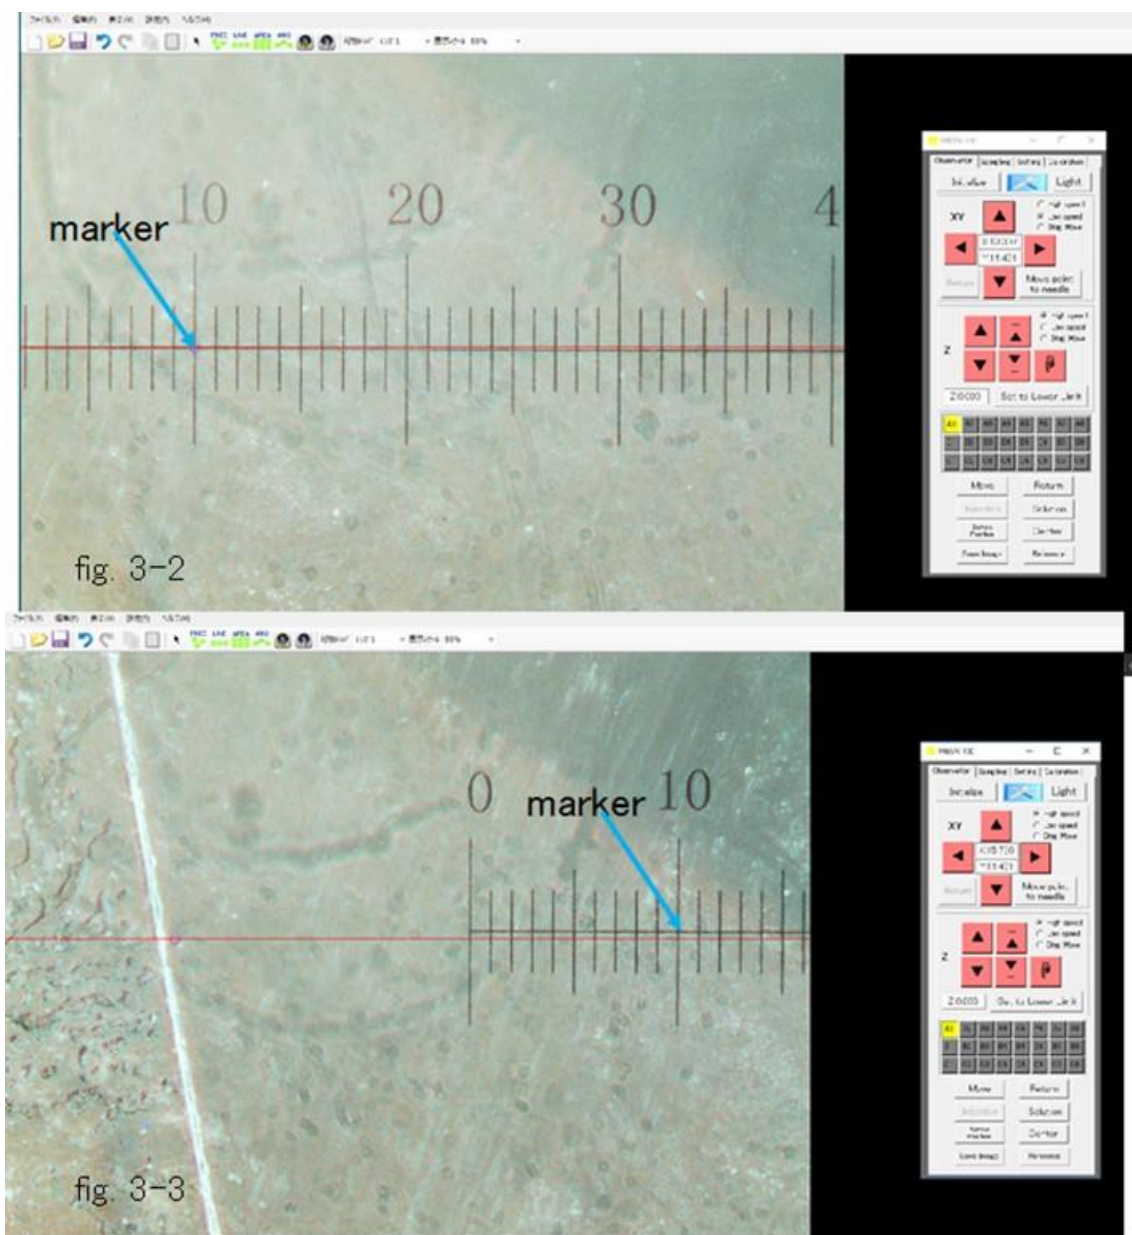

図 3-2、図 3-3
- ② コントロールパネルの initialize ボタンを押す。=>機構部の初期化が行われる。
- ③ 対物レンズ1を選ぶ。表示スケールを40%に合わせる。
- ④ シャーレに目印となるものを載せて試料ホルダーに装着する。
- ⑤ 表示タブのセンタークロスラインをクリックして、十字ラインを表示する。目印となるものが長さマーカーなどの場合には長さメモリ軸がセンタークロスラインと平行になるように調整する (必ずしも必要ないが便利)。
- ⑥ 次いでXYアクチュエータを動かして目印となる点がセンタークロスライン上に来るようにする。(図3-2)